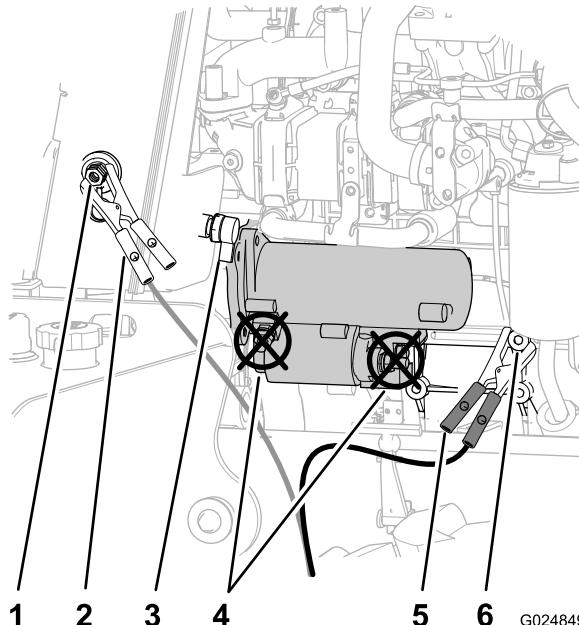

Figure 78
4. Retirez le capuchon de la borne de la batterie déchargée (Figure 78).
5. Branchez le câble de démarrage positif (+) à la borne de démarrage de secours (Figure 78).
6. Branchez le câble de démarrage négatif (-) à un point de masse, tel l'écrou au point de pivotement de l'alternateur (Figure 78).